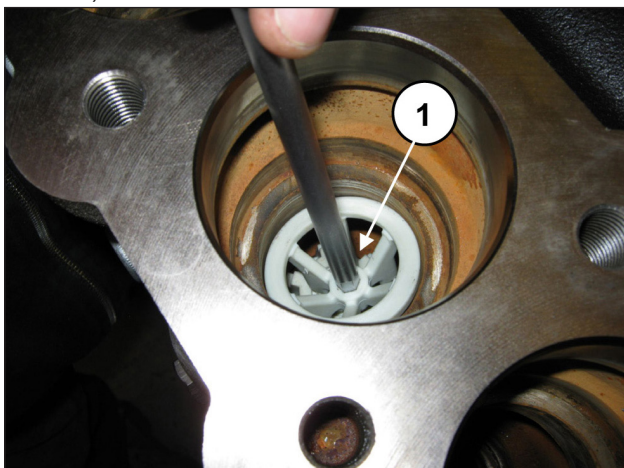

Abb. 106
Ziehen Sie das Distanzstück der Ventilführung durch Einstecken eines 8 mm Sechskantschlüssels in den entsprechenden Sitz und durch Anhebeln heraus (Pos. ①, Abb. 106).